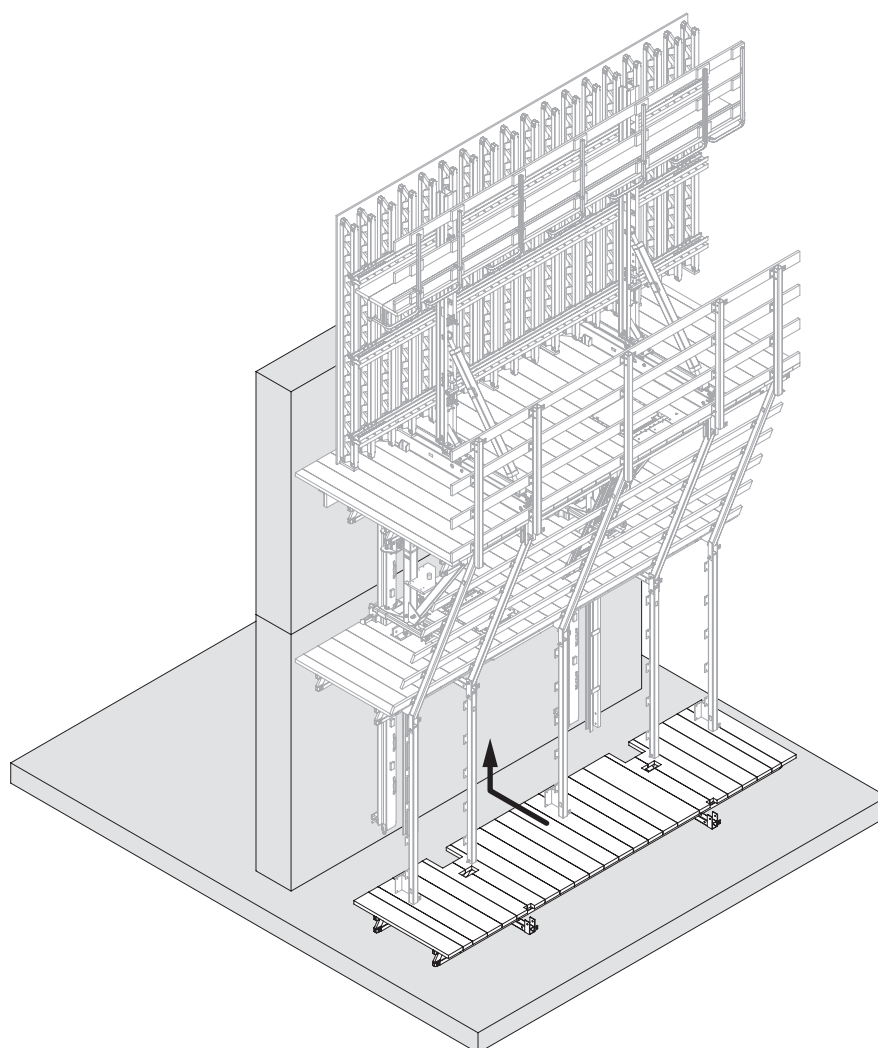
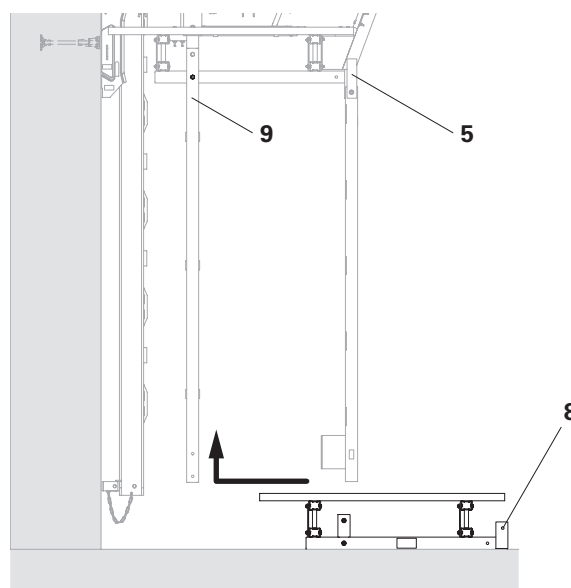

Fig. C6.10
Fig. C6.11
8. Sollevare la piattaforma finale e avvitare tutti i montanti alla trave per piattaforma finale ACS (8) con i materiali di montaggio forniti.
- (Fig. C6.10 + C6.11)
9. Avvitare 1 volta la piattaforma finale verticale 500 ACS (9) sulla trave per piattaforma di ripresa ACS (5) utilizzando i materiali di montaggio forniti.
- (Fig. C6.11)